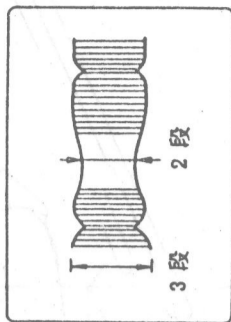

图 66
- ③ 按下跟踪控制按钮, 设定 FM 输出的最大振幅为 3 段, 如图 66 所示;
- ④ 检查最小振幅是否多于 2 段, 如图 66 所示;
- ⑤ 检查最大和最小振幅之间的电平起伏是否小于 13%。